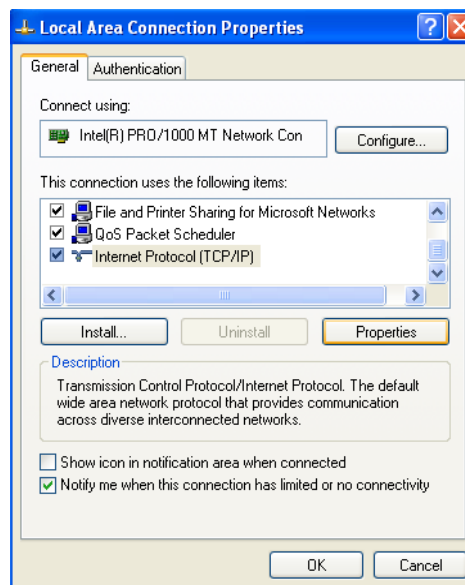

FIG. 15
4. Si aprirà la finestra delle proprietà di collegamento locale. Selezionare il protocollo Internet dalle opzioni elencate. Cliccare su Proprietà. Appariranno le proprietà del protocollo Internet. Vedere FIG. 15.